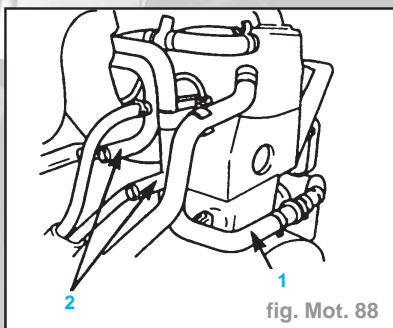

fig. Mot. 88
- Débrancher le durit du refroidissement d'huile (1) et les durits de chauffage (2) (fig. Mot. 88).